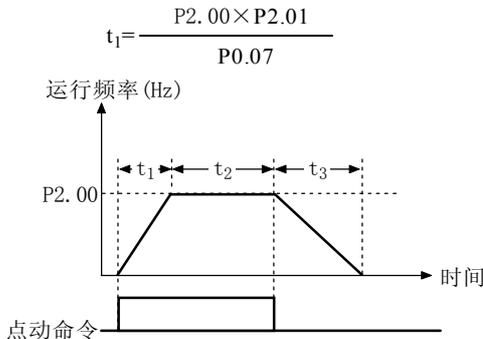

图 5-2-1 点动运行参数说明
- ◆ 如图 5-2-1 所示,  $t_1$ 、 $t_3$  为实际运行的点动加速和减速时间,  $t_2$  为点动时间, P2.00 为点动运行频率。